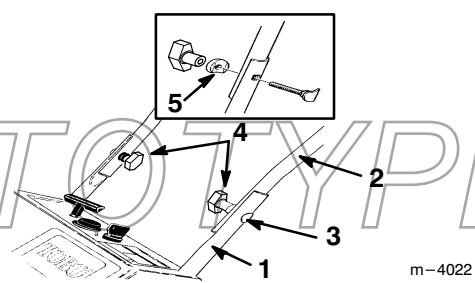

Figure 3
1. Loger les bouts du mancheron supérieur dans les creux de la face intérieure du mancheron inférieur, et aligner les trous (Fig. 3).
2. Fixer le mancheron supérieur au mancheron inférieur à l'aide des boulons à tête ovale, rondelles bombées et boutons (Fig. 3).
Remarque : Veiller à orienter correctement les boulons à tête ovale et les rondelles bombées (voir le détail de la Figure 3).